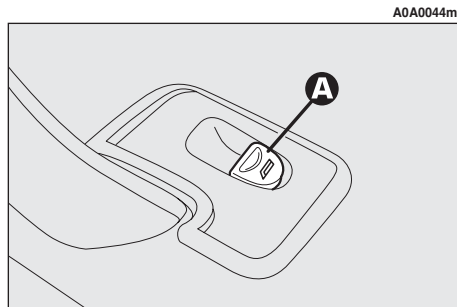

fig. 38
## Lato passeggero (fig. 38)
**Porta anteriore lato passeggero e (su alcune versioni) porte posteriori (fig. 38)**